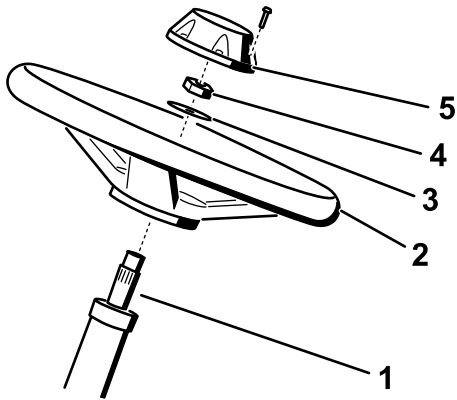

图 6
1. 在转向轴上涂抹防粘剂如 图 6 中所示。
2. 用垫圈和锁紧螺母将方向盘安装到转向轴图 6。
4. 将盖子安装到车轮上图 6。